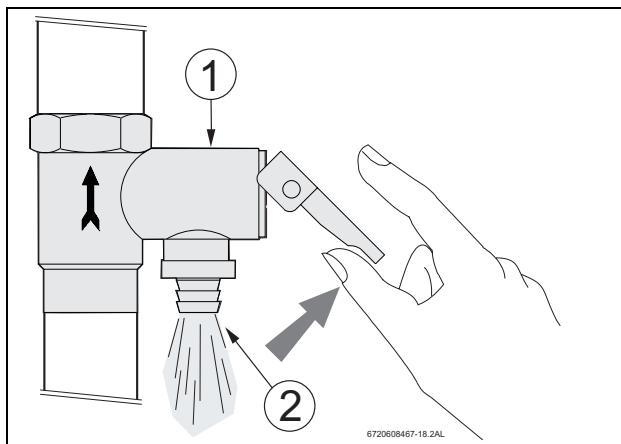

Fig. 15 Purga
- ▶ Actue manualmente a válvula de segurança pelo menos uma vez por ano (ver Fig. 15).
- ▶ Abrir uma torneira de água quente e actuar a válvula de segurança, ver Fig. 15.
- ▶ Actue a válvula de segurança (ver Fig. 15).